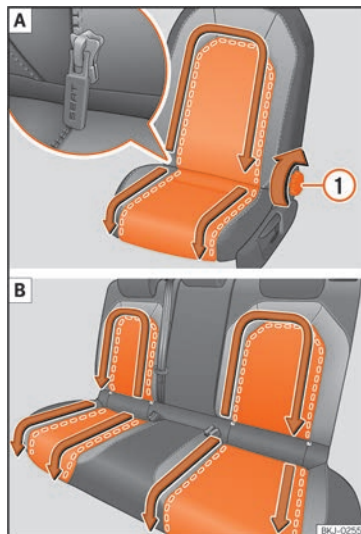

Fig. 152 Retrait des housses de protection amovibles. **A** Siège avant gauche ; **B** Sièges arrière
- Inclinez le dossier vers l'arrière jusqu'à ce que la tirette de la fermeture éclair soit entièrement accessible »» fig. 152 ①¹⁾.
- Tirez sur les tirettes de la fermeture éclair dans le sens des flèches »» fig. 152. La housse de protection interchangeable est désormais libre.
- Tirez sur les tirettes de la fermeture éclair dans le sens contraire des flèches »» fig. 152.